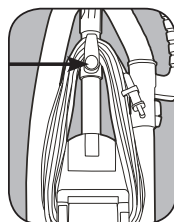

Fig. 2
3. Tournez le crochet du câble supérieur en position verticale et enrroulez le câble d'alimentation autour des crochets de rangement lorsque vous rangez l'aspirateur (Fig. 2).
1. Le crochet de rangement du câble supérieur comprend une fonction de relâchement rapide. Pour libérer le cordon, faites pivoter le crochet vers le bas (Fig. 2).